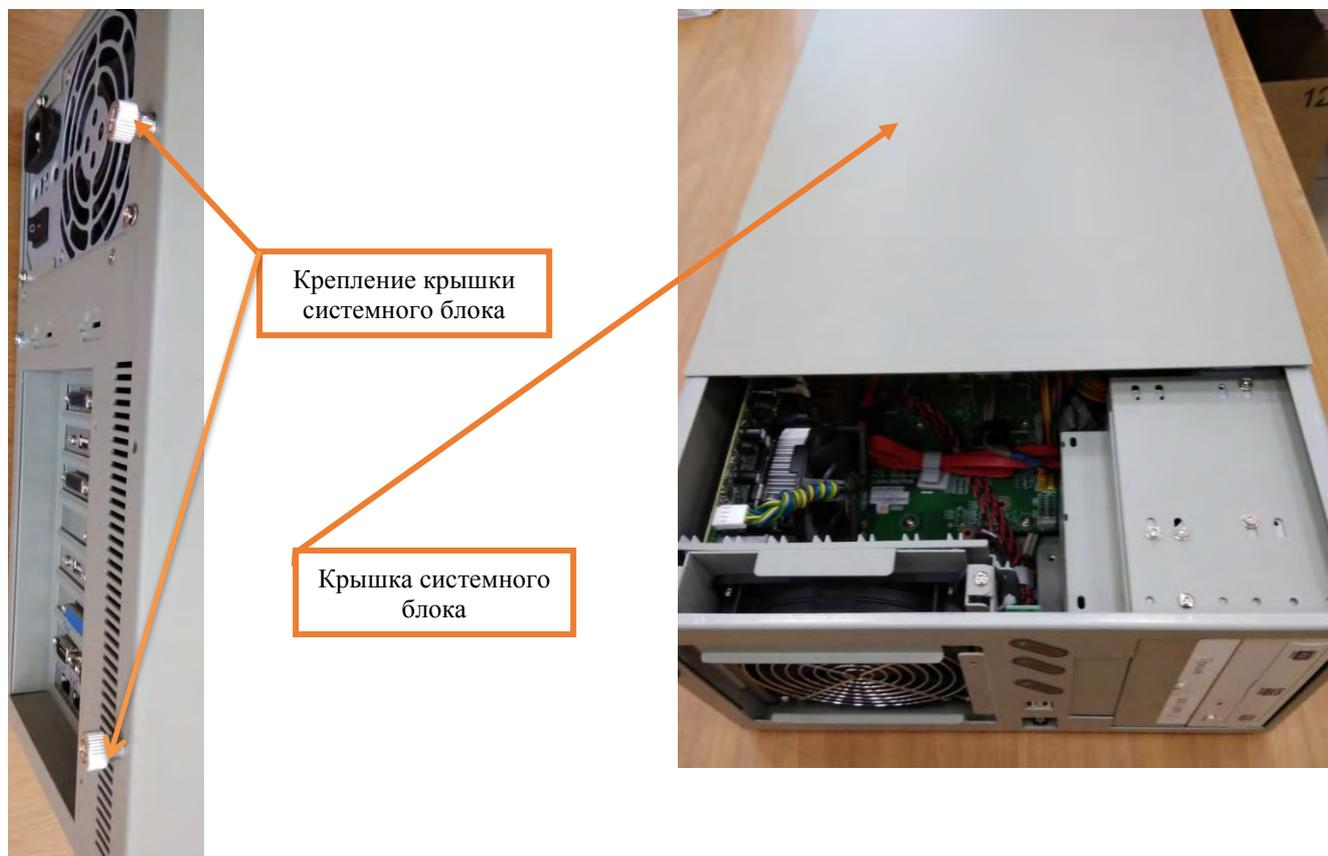

Рисунок 4. Болтовое крепление крышки системного блока.
7.1.8. Отвернуть крестовой отверткой болты на правой боковине системного блока и снять крышку (Рисунок 4).